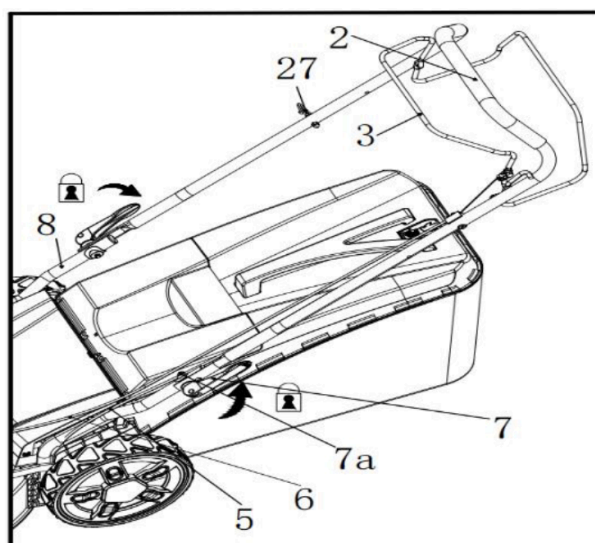

Рис. 2
4. Зафиксируйте верхнюю часть ручки (2) на нижних частях (8), повернув зажимные рычаги (7) по направлению к ручке (2, 8). Если зажимной рычаг (7) не поворачивается до конца, ослабьте его и поверните снова. Если он слишком ослаблен, сначала зафиксируйте стопорную гайку ручки (7a) подходящим гаечным ключом (размер: 13 мм), а затем затяните ее, повернув зажимной рычаг (7) по часовой стрелке (рис. 2).
5. Убедитесь, что трос рычага включения хода (5) и трос рычага тормоза (6) проходят по верхней стороне ручки (2, 8).
6. Убедитесь, что предварительно установленный крюк для рукоятки стартера (26) находится на правой стороне (если смотреть с места оператора).